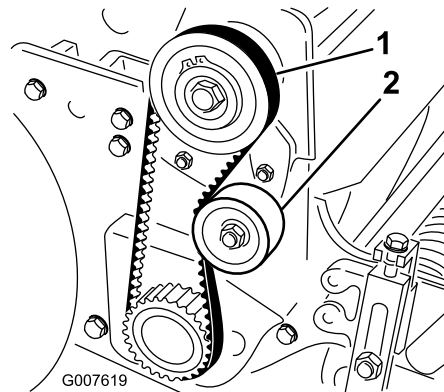

Figure 37
2. Contrôlez la tension en exerçant une force de 18 à 22 N sur le brin à mi-distance entre les poulies (Figure 37). La courroie doit présenter une flèche de 6 mm.
- A. Desserrez l'écrou de fixation de la poulie de tension et faites pivoter la poulie dans le sens horaire contre l'arrière de la courroie jusqu'à ce que vous obteniez la tension voulue (Figure 37).